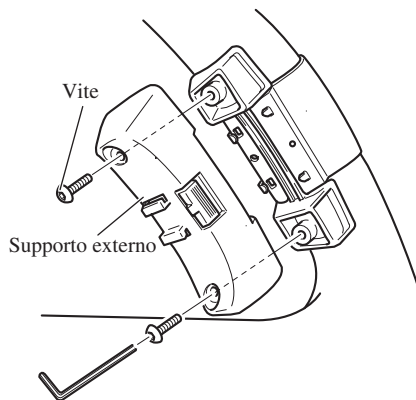

Fig. 9
3. Installare il supporto esterno sul supporto interno e fissare con le viti. (Fig. 9)